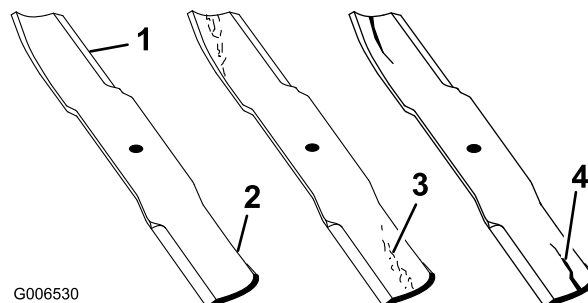

図 33
2. ブレードの切っ先を注意深く観察、特に、直線部と曲線部が交わる部分をよく観察する（図 33）。この、直線部と曲線部の交差域は、砂などによる磨耗が進みやすい部分なので、機械を使用するまえによく点検することが必要。磨耗が大きい場合には（図 33）危険であるから交換する；「ブレードの取り外し」を参照。
ブレードの磨耗を放置すると、ブレードのセール部と平坦部との間に割れ目が発生する（図 33）。この割れ目が拡大すると、最終的にはブレードがちぎれてハウジングの下から飛び出し、これがオペレータや周囲の人に重大な人身事故となる。